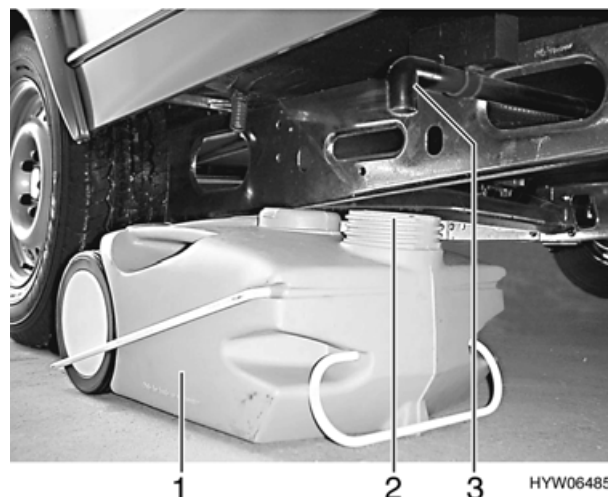

Bild 13 Abwassertank, fahrbar
Der Abwassertank (Bild 13,1) wird während der Fahrt im Gaskasten des Caravans aufbewahrt. Das Ablaufrohr (Bild 13,3) befindet sich am Fahrzeugboden in Fahrtrichtung links.
- Vor Benutzen der Wasseranlage Öffnung des Abwassertanks (Bild 13,2) unter das Ablaufrohr legen.